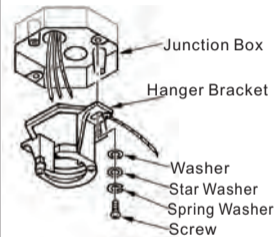

Fig.12
Paso 4: Asegure el soporte colgante en la caja de toma de corriente utilizando los tornillos incluidos en su caja de toma de corriente y las arandelas suministradas con el ventilador (Fig. 12).